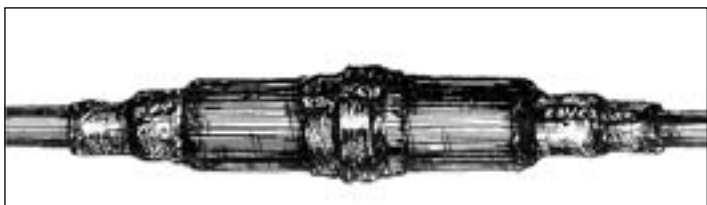

Рис. 4.4. - Прямая муфта, загерметизированная трубками ТУТ
**4.2.6.** На рис. 4.4 и 4.5 показаны полностью загерметизированные прямая и разветвительная муфты.